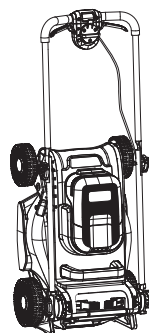

Fig. 24
- Guarde o corta-relva numa posição plana ou na vertical (Fig. 24).